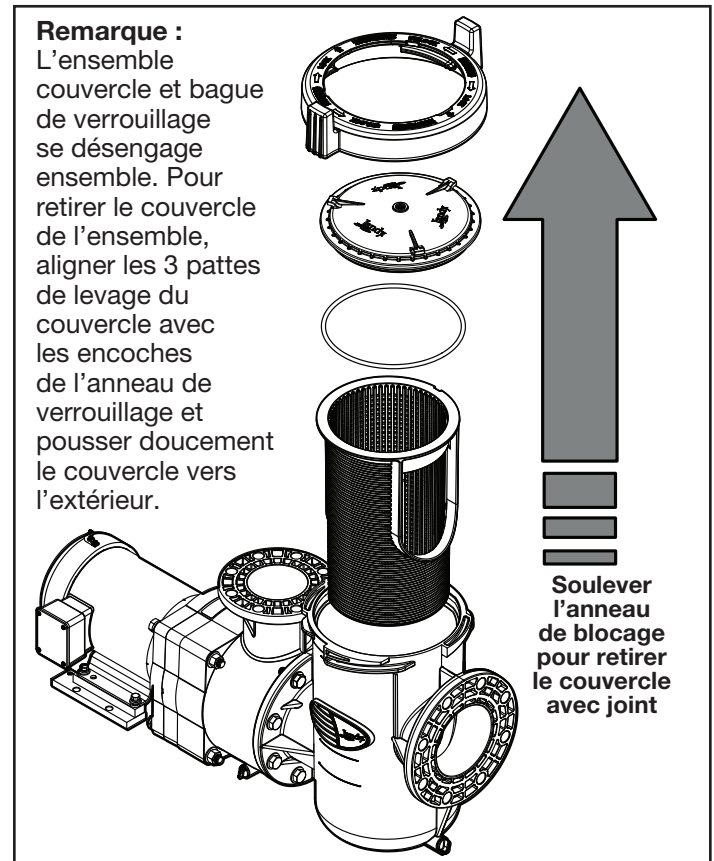

Figure 10. Vue éclatée de la pompe
8. Le panier de la crépine peut être retiré et vidé. S'assurer que le panier est correctement aligné avec l'orifice d'entrée de la crépine lors du remplacement du panier dans le pot de la crépine. Reportez-vous à la Figure 10.